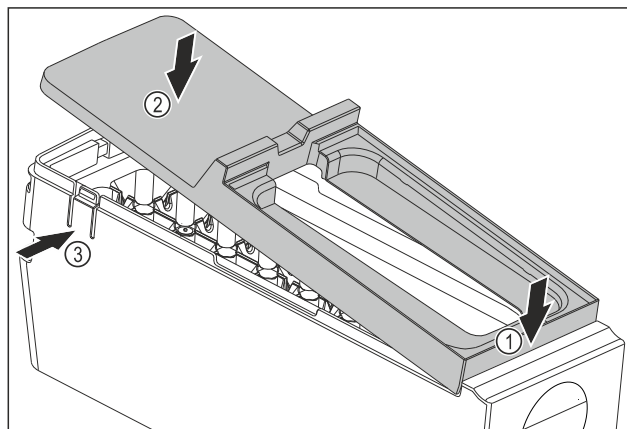

Fig. 215
- ▶ Montar la cubierta del EasyTwist-Ice: Colocar la cubierta por delante. Fig. 215 (1)
- ▶ Bajar la cubierta por detrás. Fig. 215 (2)
- ▶ La cubierta encaja en ambas lengüetas Fig. 215 (3) de forma audible.